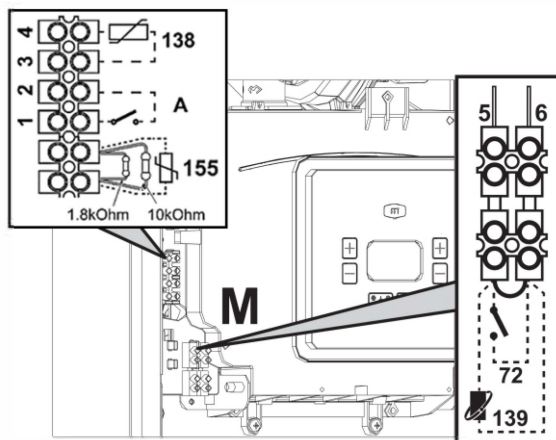
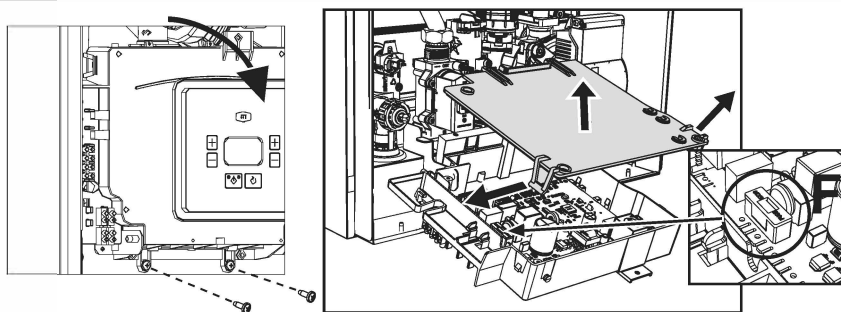

Рис. 18
Рис. 19
Для подключения бойлера необходимо использовать датчик NTC бойлера с кодом 043005XO или 1KWMA 11 W. Датчик (поз.155) подключается к соединительной колодке котла (рис. 18) вместо двух сопротивлений. При следующем включении агрегата система управления опознает датчик бойлера и автоматически настраивается на работу с ним, вызывая активацию дисплея и устройств управления, необходимые для работы в режиме ГВС.
- После снятия передней панели (см. «Открытие передней панели» на стр. 32) можно получить доступ к клеммной колодке (M) и предохранителю F, действуя как показано на рис. 18 и рис. 19. Клеммы, указанные на рис. 18, должны быть с беспотенциальными (сухими) контактами (не 230 В). Расположение клемм для различных соединений показано на электрической схеме на рис. 44.
## Конфигурация выключателя ON/OFF ("А", рис. 18)